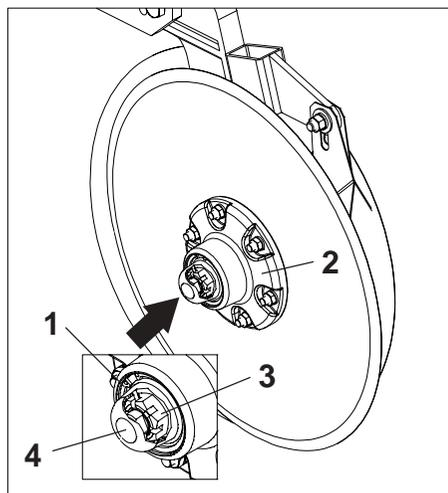

FIGURA 109
1 - Retire o anel de retenção (1) do cubo (2). Examine os rolamentos, se houver folgas, ajuste através da porca castelo (3). Introduza graxa nova na calota (4). Recoloque a calota no cubo e fixe-a com o anel de retenção (1), **conforme mostra a figura 109.**